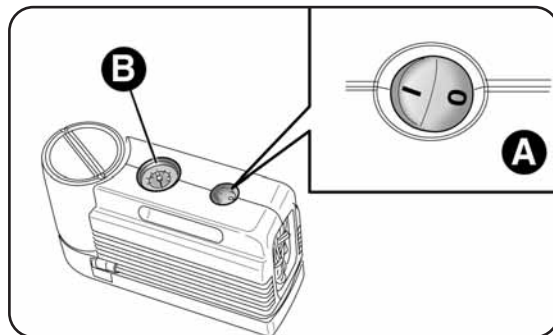
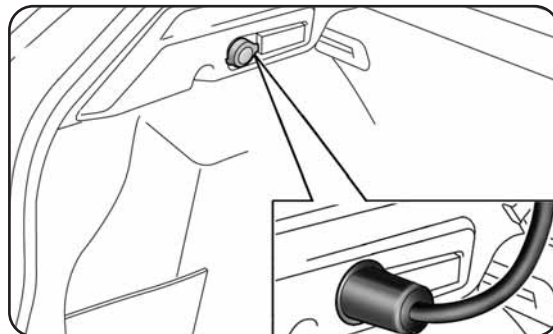

fig. 126
fig. 126a
- vérifiez que l'interrupteur A-fig. 126 du compresseur est à la position 0 (éteint), démarrez le moteur, introduisez la fiche dans la prise de courant du coffre à bagages (voir fig. 126a)/allume-cigares du tunnel central (voir fig. 127), allumez le compresseur en mettant l'interrupteur A-fig. 126 sur la position I (allumé) ;
- gonfler le pneu à la pression indiquée au paragraphe « Roues » du chapitre « Caractéristiques techniques ». Pour obtenir une lecture plus précise, vérifier la valeur de la pression sur le manomètre B-fig. 126 après avoir éteint le compresseur ;